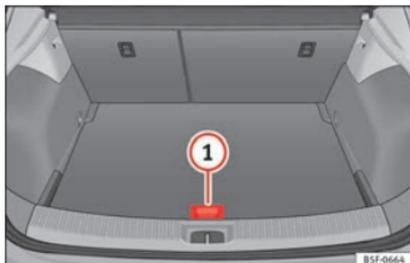

Abb. 183 Gepäckraum: variabler Gepäckraumboden
- Heben Sie den variablen Gepäckraumboden am Haltegriff » Abb. 183 (1) an, ziehen Sie ihn und drücken Sie ihn zur Rücksitzlehne, bis der bewegliche Teil des Bodens auf diesem ruht.